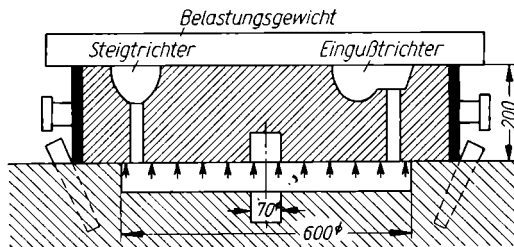

Bild 207
23. Ein zylindrischer Kolben von 600 mm Durchmesser und 70 mm Kernbohrung ist nach Bild 207 eingeformt. a) Welchen hydrostatischen Druck hat der flüssige Grauguß von der Wichte 7,2 kp/dm³ an der oberen Kolbenebene, d. h. an der unteren Fläche des aufgesetzten Formkastens, wenn es im Einguß- und Steigrichter 200 mm hoch über dieser Ebene steht? b) Wie groß muß die Belastung des Formkastens durch Eigengewicht und aufgelegte Gewichte mindestens sein, damit er nicht durch das flüssige Eisen angehoben wird?